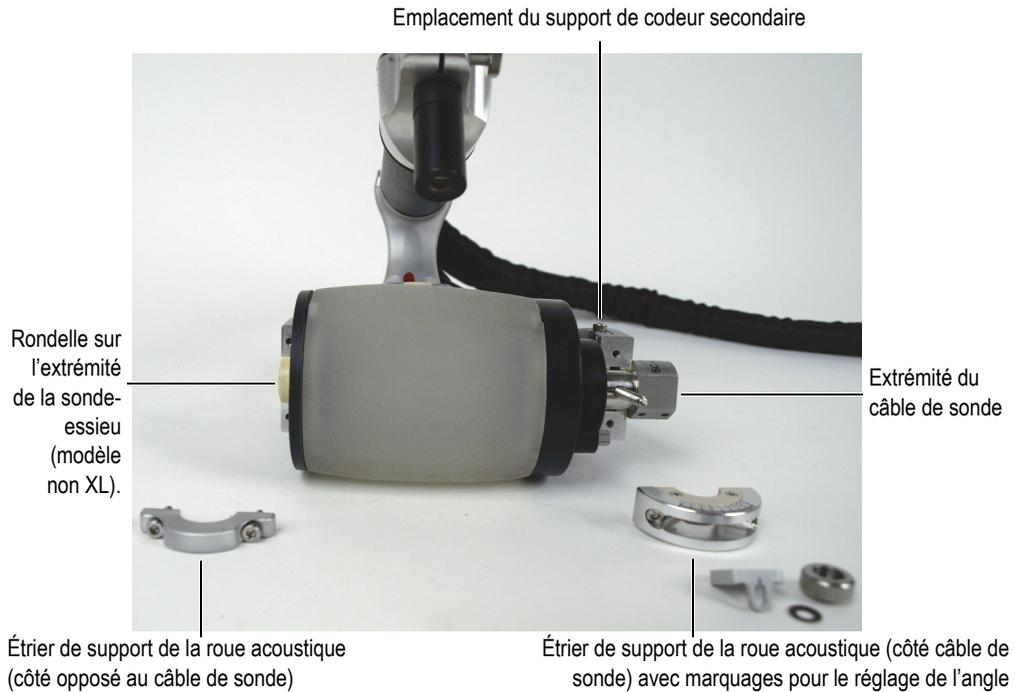

Figure 6-31 Installation des étriers de support de la roue acoustique
3. Placez la roue acoustique dans les appuis du châssis du scanner. Prenez soin de l'installer avec le câble de sonde placé du côté du support de codeur secondaire (Figure 6-31 à la page 112).